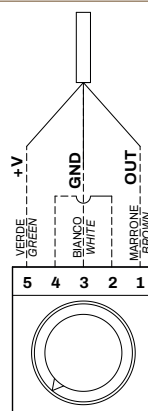

Fig. 3
5. Effettuare i collegamenti elettrici al quadro di comando (fig. 3).
4. Fissare la piastra di montaggio mediante le viti (fig. 3) oppure il biadesivo fornito.